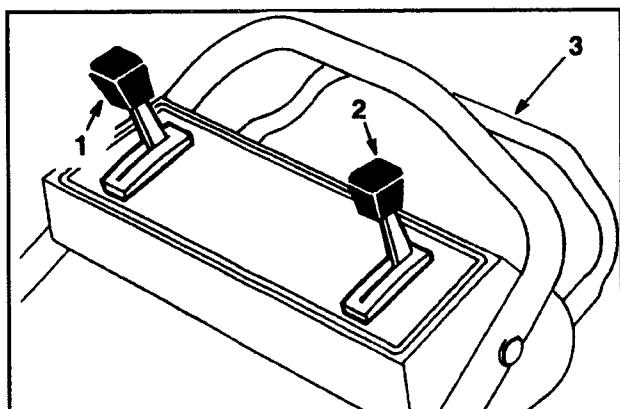
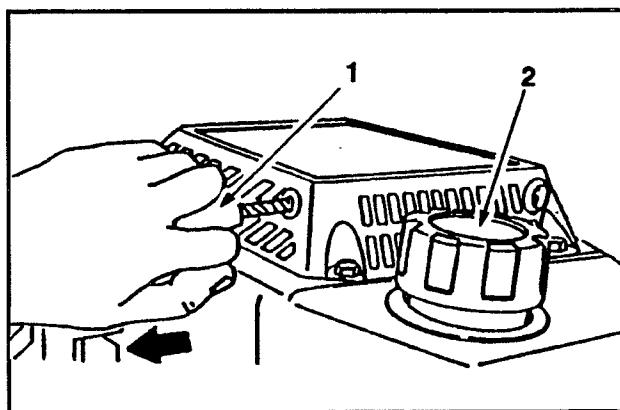

Figure 7
Figure 8
1. Nettoyer le pourtour du bouchon d'essence et le retirer (fig. 8).
COMMANDES – La commande des gaz, le contrôle de vitesse au sol et la barre de commande d'auto-propulsion se trouvent sur le mancheron supérieur (fig. 7). Le démarreur manuel se trouve sur le dessus du moteur (fig. 8).
2. DÉMARRAGE – Placer le sélecteur de vitesse sur "N" (fig. 7). Placez la commande des gaz en position ETRANGLEUR (CHOKE). Assurez votre équilibre et maintenez fermement la tondeuse en plaçant votre pied sur la partie supérieure gauche du carter de la tondeuse à l'endroit où se trouve le symbole en forme de semelle. Tirez le démarreur manuel monté sur le moteur et réglez la commande des gaz selon besoin quand le moteur démarre. Une fois que le moteur a démarré, déplacez la commande des gaz de la position CHOKE et réglez l'accélération.
3. VITESSE AU SOL (fig. 7) – Placer la commande de vitesse au sol sur le réglage désiré. Les chiffres "1", "2" et "3" correspondent respectivement à une marche lente, moyenne et rapide. La vitesse au sol varie en fonction de l'espace entre la barre de commande et le mancheron. Placer la barre de commande sur "N" pour tailler les bords ou lorsque la tondeuse n'est pas utilisée.